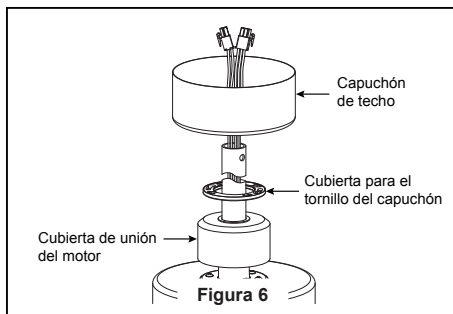

Figura 6
- ☐ 6. Pase los cables a través de la cubierta de unión del motor, la cubierta para el tornillo del capuchón y el capuchón de techo. (Figura 6)
- ☐ 6. Asegure el vidrio en la carcasa de interruptor girándolo en el sentido de las agujas del reloj. Gire el vidrio gradualmente **hasta que encaje en la carcasa de interruptor**. Sin apretar demasiado. (Figura 6)